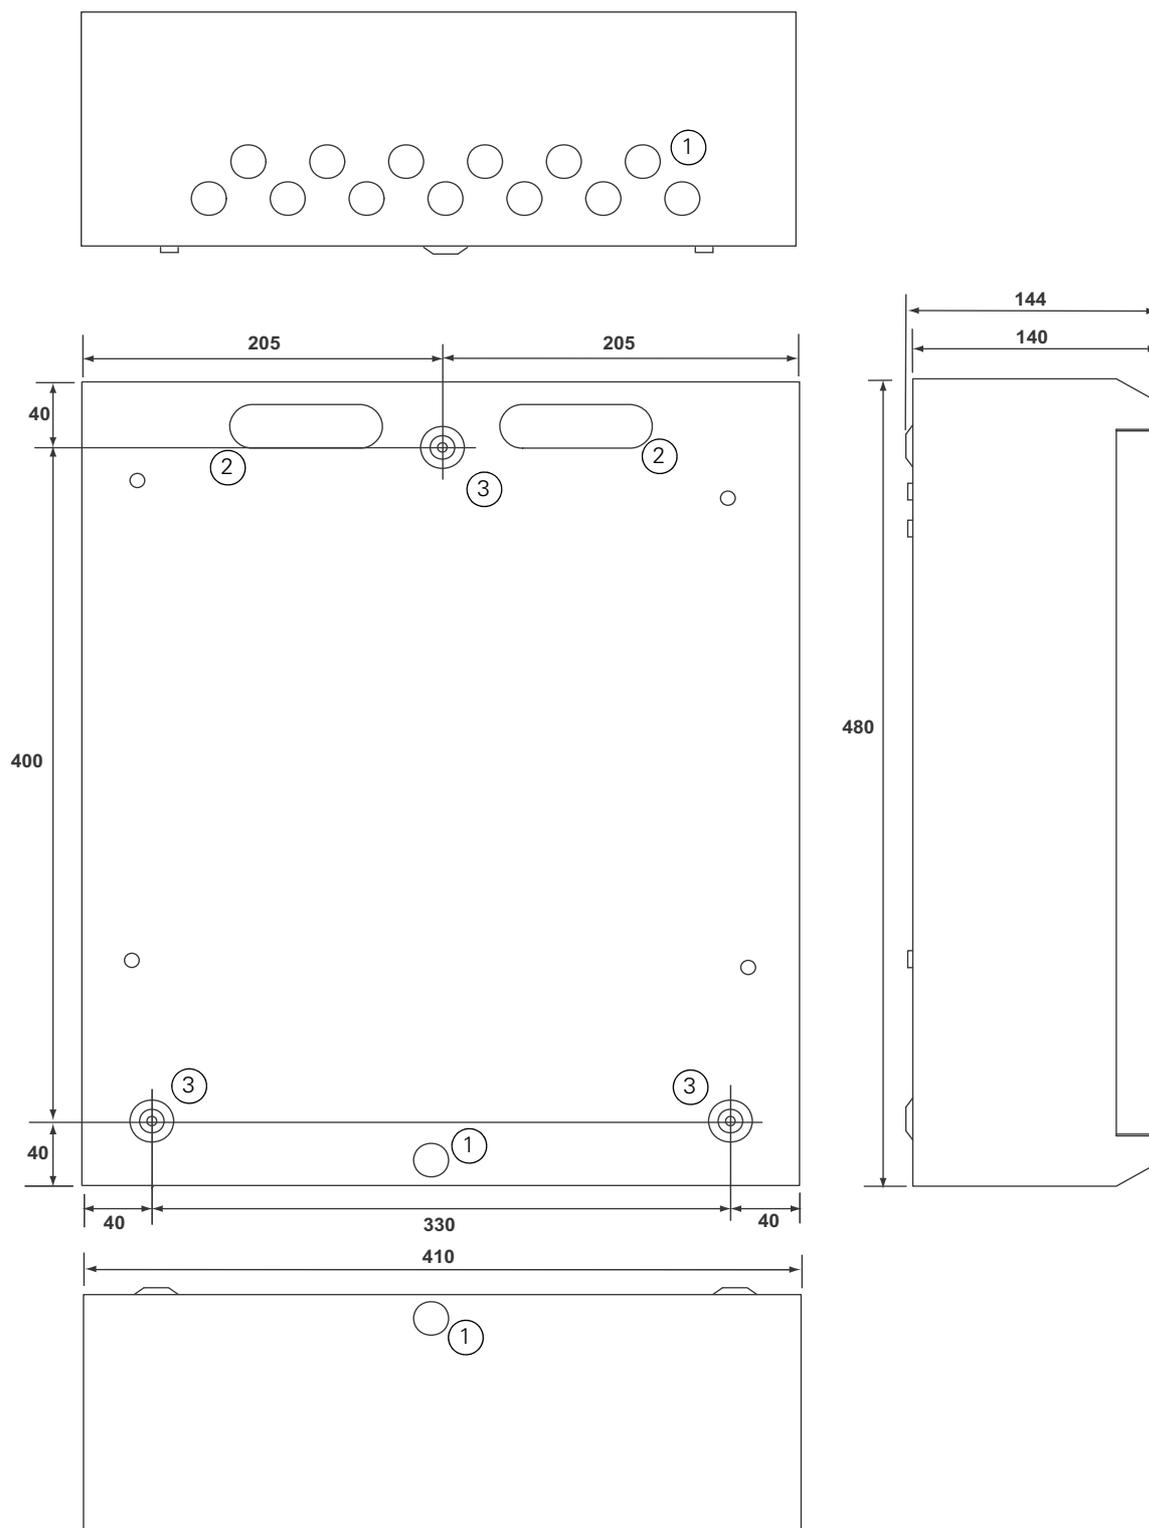

Fig. 6: Dimensioni generali e di fissaggio – 240-2, ripetitori 240RA
- FIRECLASS 240-2, FIRECLASS 240 RA: fig 6.